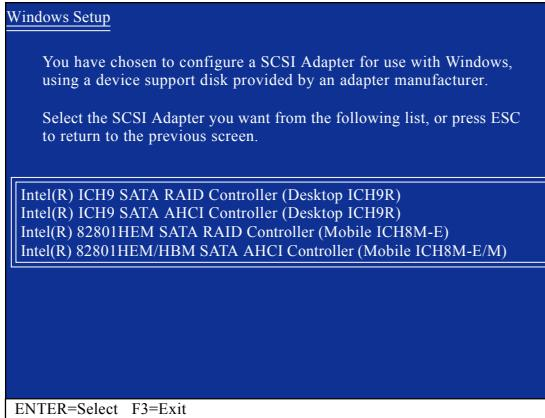

図 3
セットアップがフロッピーディスクの Intel ICH9R SATA RAID/AHCI ドライバを正しく識別したら、以下の図 3 のようなコントローラメニューが表示されます。矢印キーを使用して、表示されたアイテムを 1 つ選択し、<Enter> を押します。 BIOS セットアップの SATA RAID/AHCI Mode アイテムを RAID モードに設定したら、**Intel(R) ICH9 SATA RAID Controller (Desktop ICH9R)** を選択します。(AHCI モードの場合、**Intel(R) ICH9 SATA AHCI Controller (Desktop ICH9R)** を選択します)。